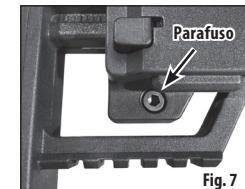

Fig. 7
- Localize o parafuso no lado direito do apoio de queixo (Fig. 7).